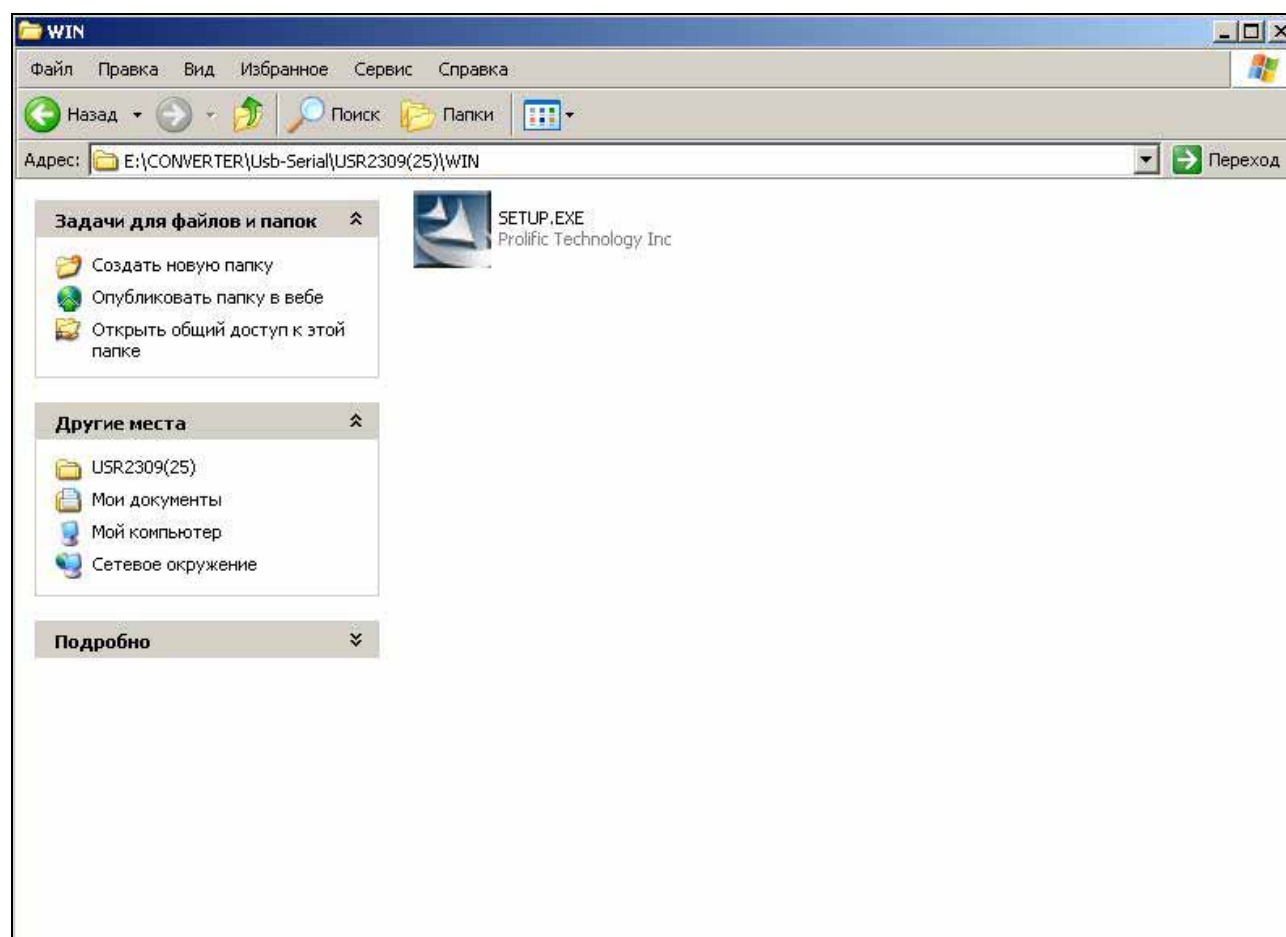

Рисунок 97 – Установка драйвера переходника «USB- COM».
7.2.1 **Не подключая кабель к компьютеру** установить драйвера переходника. Для этого вставить диск с драйверами в CD-ROM, перейти в папку с драйверами для переходника USB - Serial, запустить файл Setup.exe (см. рисунок 97) и следовать подсказкам программы. В конце установки необходимо перезагрузить компьютер.